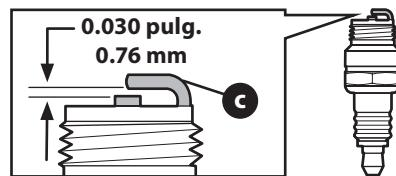

Figura 11
- Mida la separación de bujía con un calibrador. Corrija de ser necesario torciendo el electrodo lateral (c) (Figura 11). La separación debe establecerse en 0.030 pulgadas (0.76 mm).